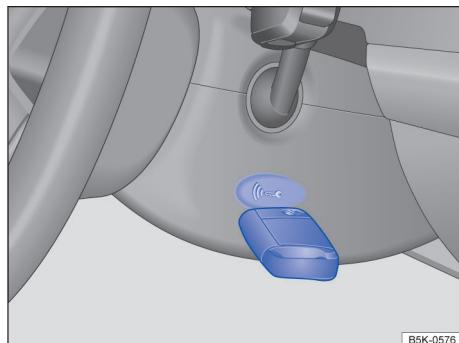

Fig. 93 À direita na coluna de direção: função de partida de emergência em veículos com sistema de travamento e de partida Keyless Access sem chave. ▶
- Manter a chave do veículo diretamente após pressionar o botão de partida à direita da coluna de direção → Fig. 93.